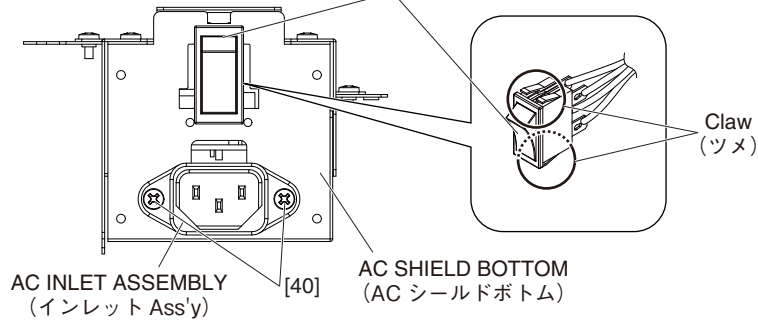

Fig. 8 (図8)
- A-12-6 Remove the two (2) screws marked [150]. The AC shield plate can then be removed. (Fig. 8)
- A-12-7 Remove the three (3) screws marked [130]. The AC shield top can then be removed. (Fig. 8)
- A-12-8-1 Remove the four (4) screws marked [90]. The ACSW circuit board can then be removed. (Fig. 8)
- A-12-6 [150] のネジ 2 本を外して、AC シールド板を外します。(図 8)
- A-12-7 [130] のネジ 3 本を外して、AC シールドトップを外します。(図 8)
- A-12-8-1 [90] のネジ 4 本を外して、ACSW シートを外します。(図 8)
A-12-9-1 Remove the two (2) screws marked [40]. The AC inlet assembly can then be removed. (Fig. 8)
A-12-10-1 Hold down the claws of the PSW connector assembly from inside, and remove the PSW connector assembly from the outside of the AC shield bottom. (Fig. 8)
A-12-9-1 [40] のネジ 2 本を外して、インレット Ass'y を外します。(図 8)
A-12-10-1 PSW 束線のツメを押さえながら、PSW 束線を AC シールドボトムの外側から引き抜きます。(図 8)